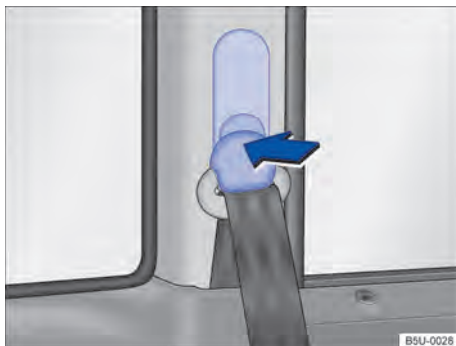

Fig. 59 Ao lado dos bancos: regulagem de altura do cinto de segurança.
- Pressionar o dispositivo regulador no sentido da seta e mantê-lo pressionado ⇒ Fig. 59.